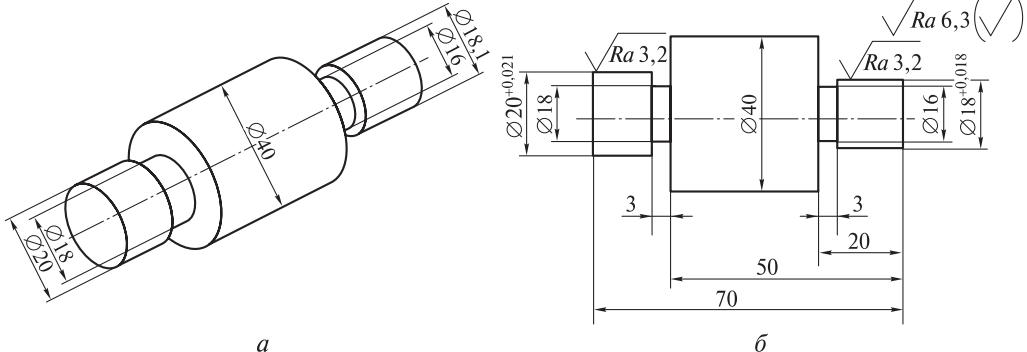

Рис. 1.1. Изображение (*a*) и чертеж (*б*) детали «вал»
25. Определите годность действительных размеров цилиндрических поверхностей вала, сравнив размеры изготовленной детали, изображенной на рис. 1.1, *a*, с размерами, указанными на чертеже (рис. 1.1, *б*):